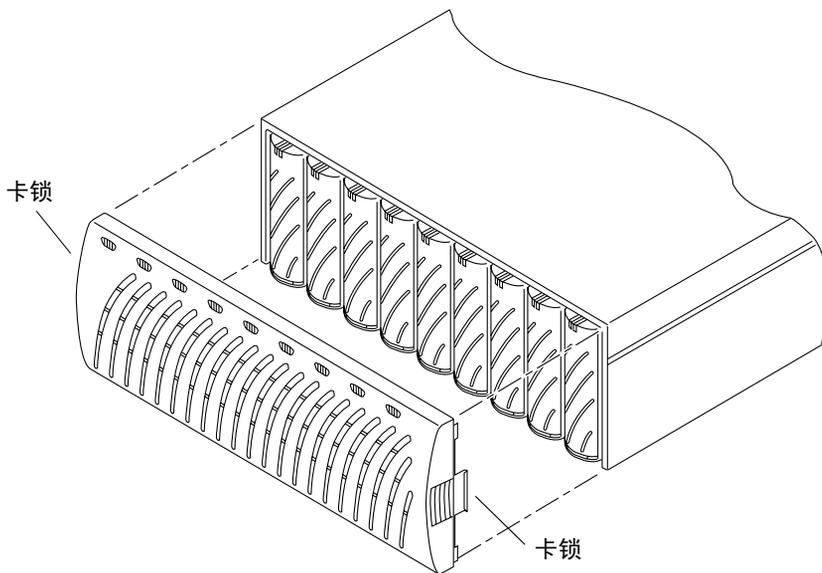

图 5-2 拆卸前面板
4. 按下侧面的卡锁并拉开盖板，可拆下阵列的前面板（图 5-2）。